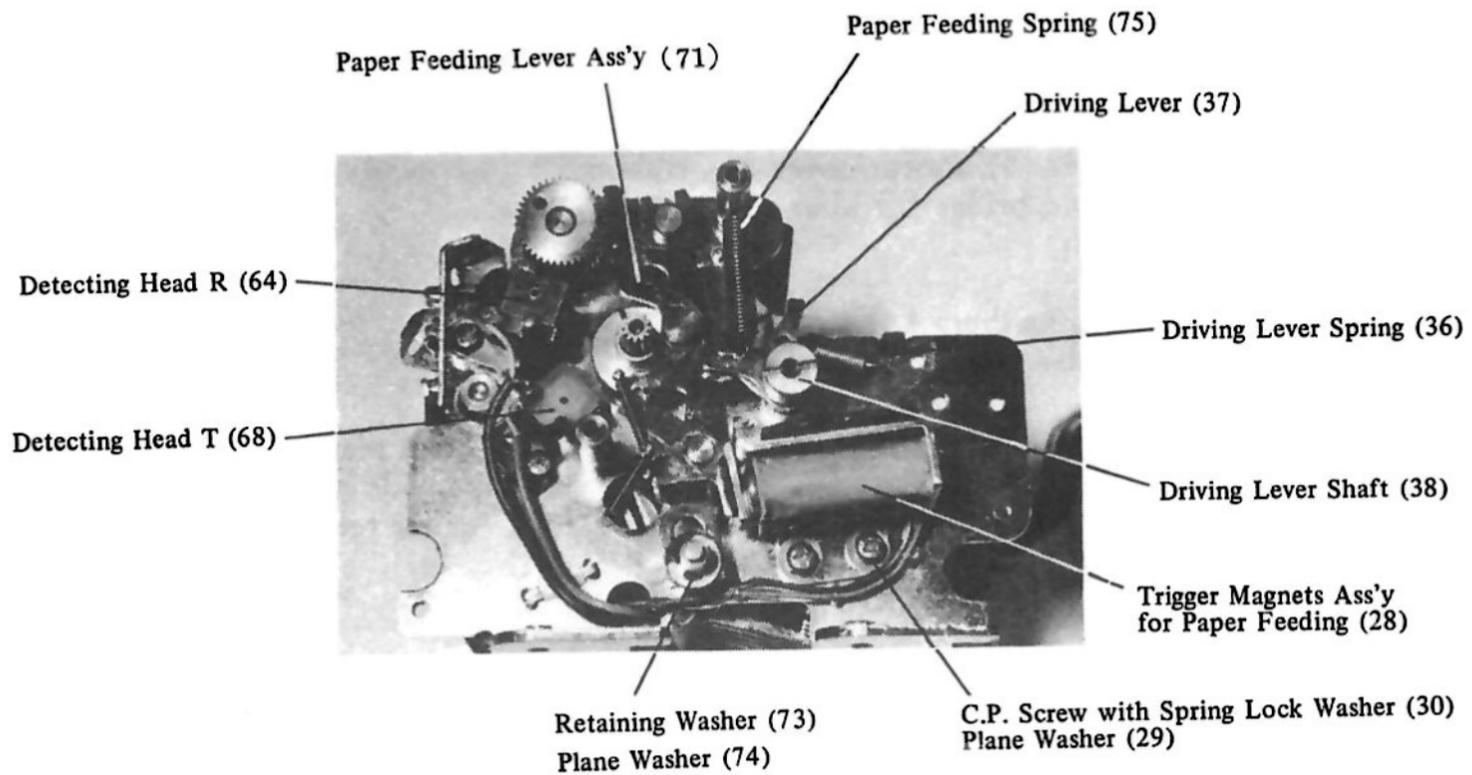

Fig. 8-23 Papierzuführmechanismus
1) Feder (36) vom Antriebshebel aushängen (Fig.8-23).
2) Die 2 Schrauben (85) der Bandtransporteinheit (84) lösen.
3) Transporteinheit (84) ausbauen.
4) Bandumschaltfeder (79) aushängen.	Den Haken der Feder nicht ausdehnen.
5) Die Beilagscheibe (82) und Sprengring (83) vom Führungsbolzen (58E) des Zuführhebels abnehmen.
6) Bandumschaltbügel (81) abnehmen.
1) Abdeckung (5) wie unter 1. abnehmen.
3) Beide Schrauben (67) lösen und Magnetkopf R (64) abnehmen.
4) Magnetkopf T (68) wie unter 3. (Fig.8-23) ausbauen.